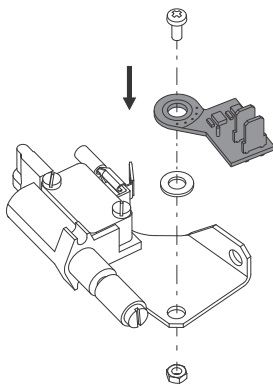

Рис. 14 Промежуточное уплотнение
5. Закрепите реле влажности (поз. 520) и промежуточное уплотнение (поз. 518) с помощью винта и шайбы. См. рис. 14.